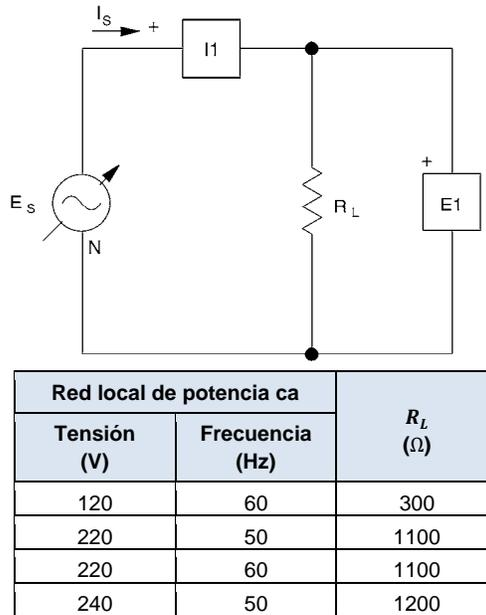

Figura 2-5. Onda seno en un circuito ca.
3. Monte el circuito que se muestra en la figura 2-5. Observe el tipo de símbolo que se utiliza para indicar la fuente variable ca del circuito. Ajuste el módulo Carga resistiva para el valor de resistencia indicado y conecte las entradas E1 e I1 para medir la tensión y la corriente del circuito.